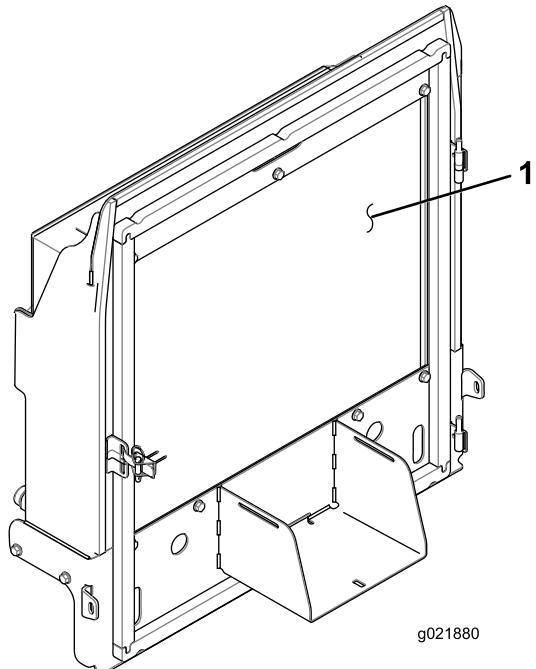

図 82
4. ラジエター・オイルクーラの裏表を圧縮空気で丁寧に清掃する図82。